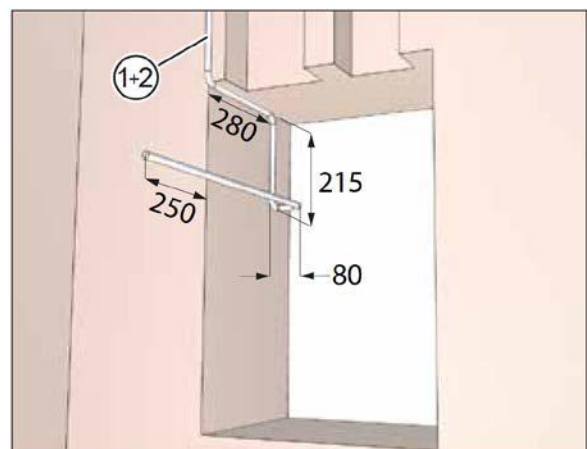

Рис. 11: проложить соединительный кабель, размеры в мм
- ▶ Проложите сетевой кабель (поз. 1 на рис. 11) и, при необходимости, кабель линии управления (поз. 2 на рис. 11) так, чтобы он примерно на 250 мм выступал над стеной.